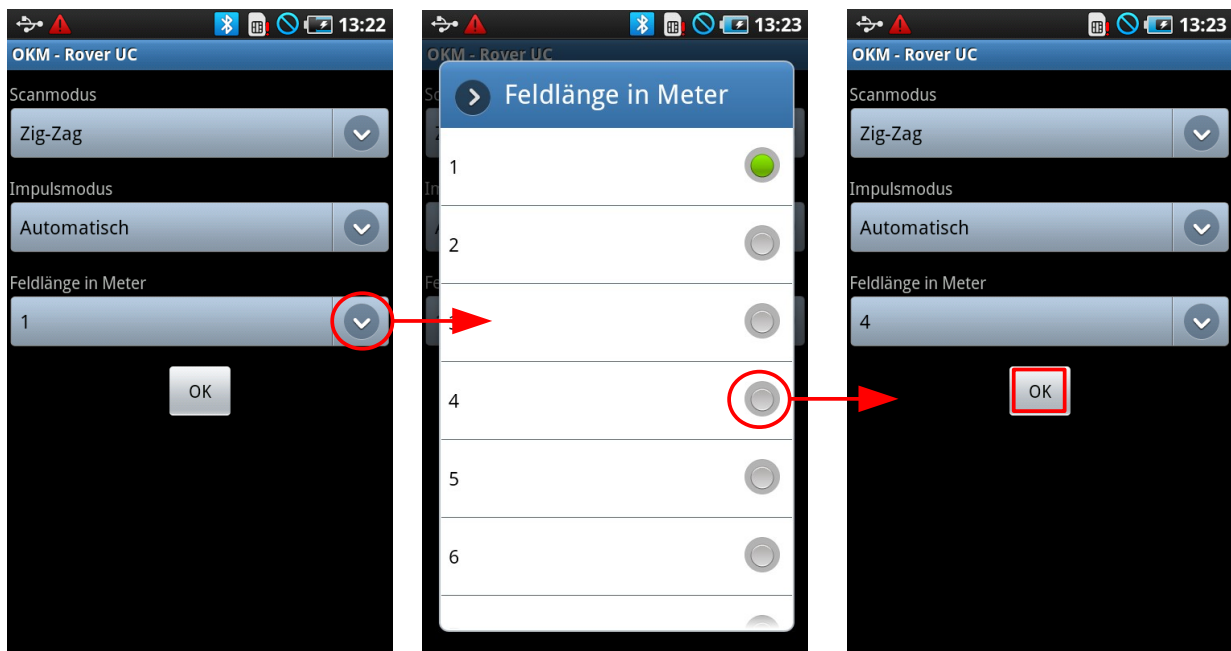

Abbildung 10.2: Einstellung der Scan-Parameter
Begeben Sie sich an den Startpunkt ❶ des Messfelds und schalten Sie sowohl das Smartphone als auch die Teleskopsonde ein. Starten Sie die OKM-Software im Smartphone und wählen Sie aus dem Hauptmenü die Betriebsart "3D Bodenscan" aus. Sie werden nun das Konfigurationsmenü aus Abbildung 10.2 am Bildschirm sehen.
Jetzt versucht die OKM-Software eine Bluetooth-Verbindung zur Teleskopsonde herzustellen. Wenn das gelingt, erscheint die Meldung aus Abbildung 10.2 am Bildschirm Ihres Smartphones.